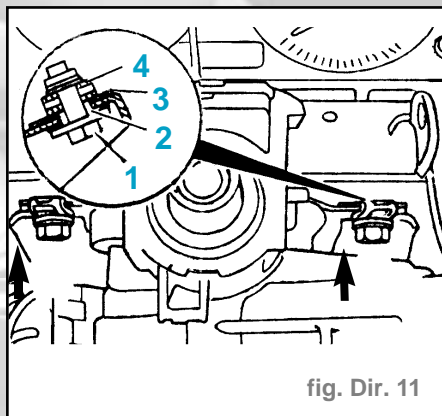

fig. Dir. 11
- Déposer les vis du tube-enveloppe (fig. Dir.11)